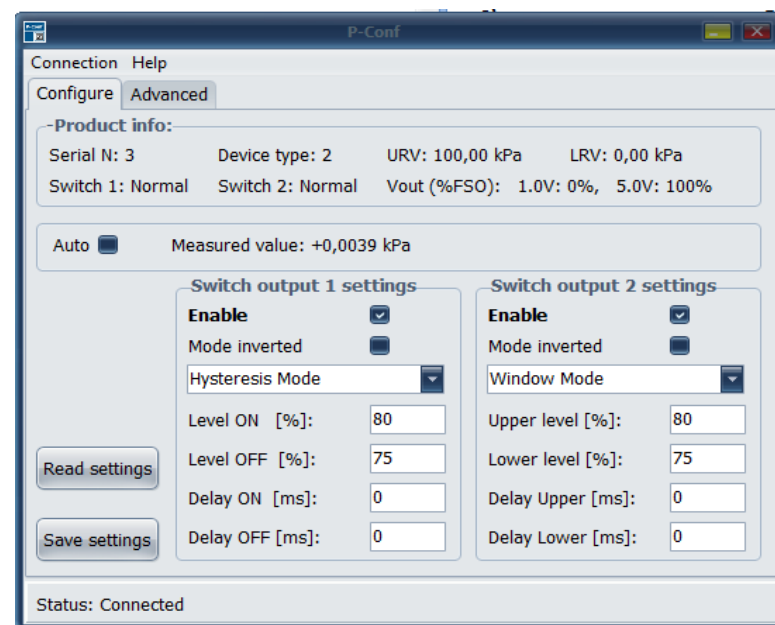
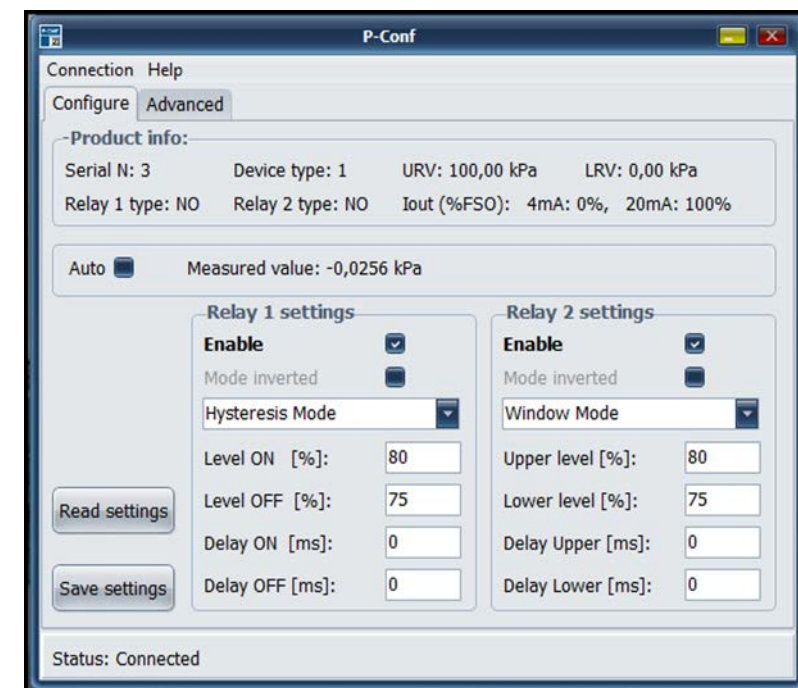

Рисунок 3 – Основное окно программы для моделей 3410 p, 3420 (p, ps)
Рисунок 4 – Основное окно программы для моделей 3410 r, 3420 (r, rs)
3) выбрать команду «Connection ▶ Connect» – после удачного соединения ПО с настраиваемым изделием появится основное окно с доступными настройками на вкладке «Configure» (рисунок 3 или 4).
В секторах «Switch output 1(2) settings» (рисунок 3), или секторах «Relay 1/2 Settings» (рисунок 4), при отмеченной опции **Enable**, имеется возможность установить основные параметры работы каждого реле, которые зависят от выбранного режима работы выхода: гистерезис, окно или импульс (таблица 1).